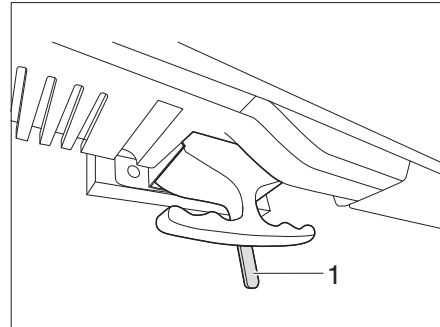

Figure 128 Déverrouillage écran plat
- Pousser le levier (Fig. 128,1) vers la gauche. Le dispositif de blocage est alors débloqué.
- Pousser le levier (Fig. 128,1) en position centrale. L'écran plat reste bloqué.